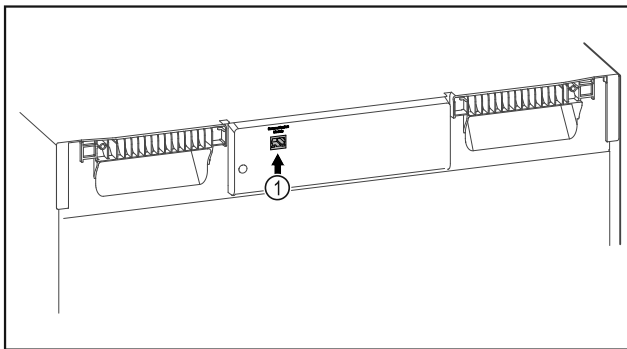

Fig. 88
- SmartModule Fig. 88 (1) 已使用。